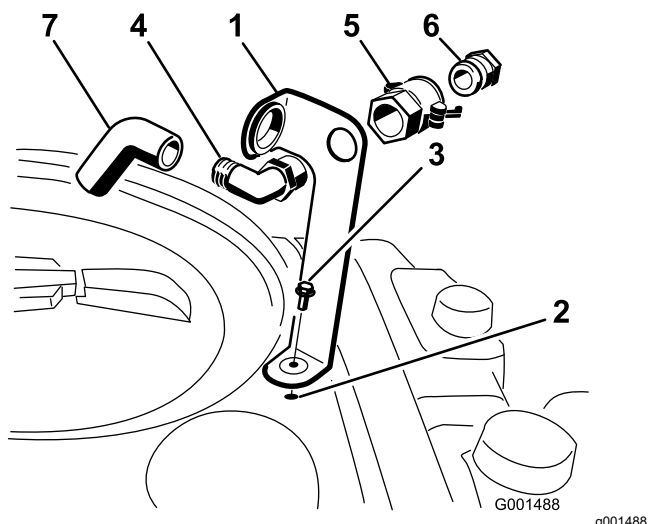

図 3
1. 図3のように、タンクに開けてあるねじ穴に合わせて補給口ブラケットをセットし、フランジヘッドボルト5/16 x ¾"で固定する。
2. 90度エルボのねじ切りしている側をブラケットに通し、クイックカップラでブラケットに固定する図3。
3. クイックカップラにホースアダプタを取り付ける図3。
4. カップラについているレバーをアダプタ側に倒してロックし、ヘアピンコッターで固定する図3。
5. 逆流防止ホースを、ブラケットの大きな開口部に通してから、90度エルボに取り付ける図3。